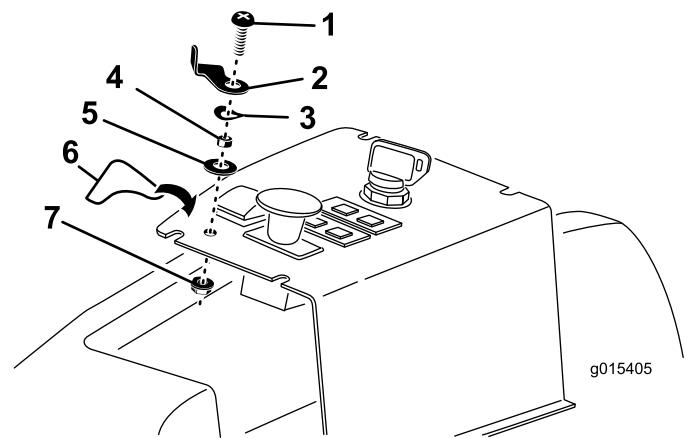

Figura 14
3. Inserte la palanca de bloqueo del interruptor de elevación, un espaciador, una arandela ondulada y una arandela plana sobre el tornillo de cabeza redonda de 1/4" x 1", posicionándola según se muestra en Figura 14.
4. Inserte el tornillo de la palanca de bloqueo del interruptor de elevación en el taladro del panel de control y sujételo con una contratuerca. Posicione la palanca de bloqueo del interruptor de elevación según se muestra en Figura 14.
5. Coloque la pegatina de la palanca de bloqueo del interruptor de elevación en el panel de control según se muestra en Figura 14.